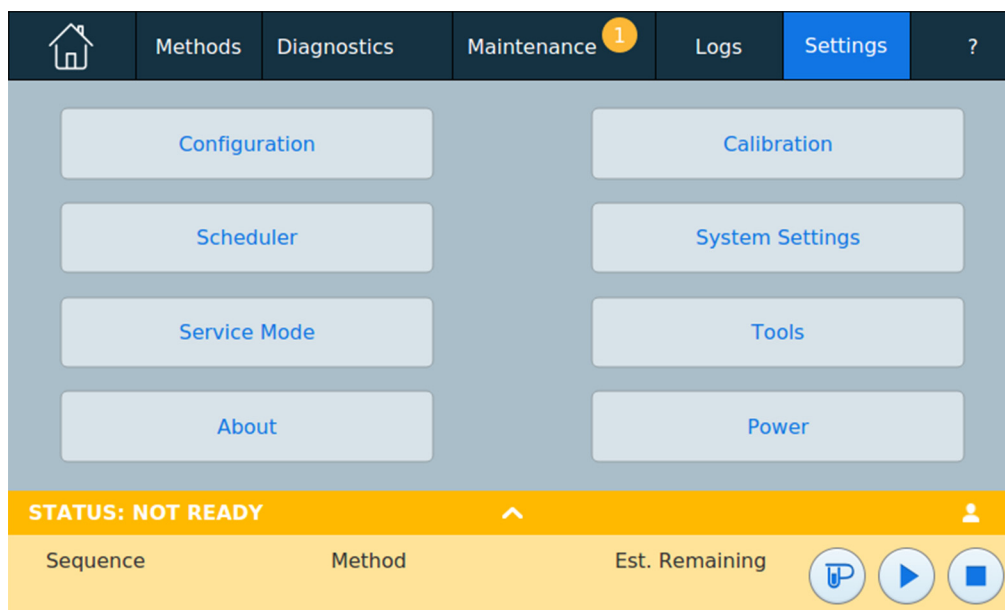

Figura 52 Vista impostazioni
- 1 Premere **Settings** sulla barra di controllo del touch screen. Appare la vista impostazioni. Vedere Figura 52.
- 2 Premere **Configuration**. Si apre la pagina configurazione. Vedere Figura 52.
- 1 Premere **Settings** sulla barra di controllo del touch screen. Appare la vista impostazioni. Vedere Figura 52 a pagina 131.
- 3 Premere il tipo di dispositivo **Valves** dall'elenco a sinistra dello schermo. Le proprietà per il tipo di dispositivo selezionato appaiono a destra dello schermo. Vedere Figura 52.
- 1 Premere **Settings** sulla barra di controllo del touch screen. Si apre la vista impostazioni. Vedere Figura 52 a pagina 131.